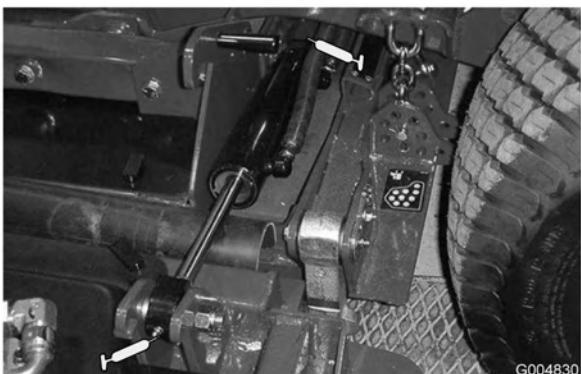

Bild 43
Seitliche Hubzylinder (4) (Bild 43)